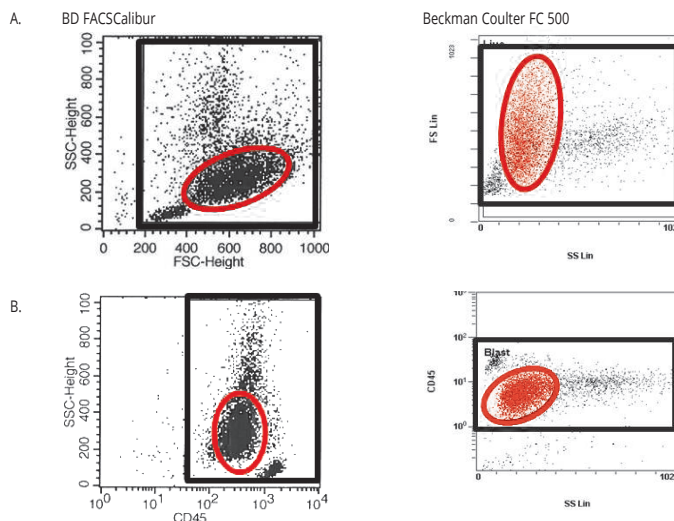

FIGURA 1. Metodi di gating usati per ottenere valori di riferimento di CD117, CD25 e CD71.
8. Analizzare in citometria a flusso usando il gating delle cellule anomale e/o un "Live" gate leucocitario totale da un diagramma CD45/SSC o FSC/SSC. **Vedere la Figura 1.**